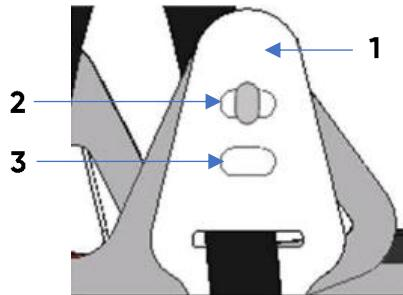

Рис. 2
Каска имеет двухпозиционную регулировку высоты ношения (рис.2). Надев каску на голову, убедитесь, что несущие ремни правильно отрегулированы по высоте головы. Стандартно скобы ремня (1) установлены в неглубоком положении (2). Для изменения высоты ношения необходимо установить четыре скобы несущего ремня в глубокое положение (3).